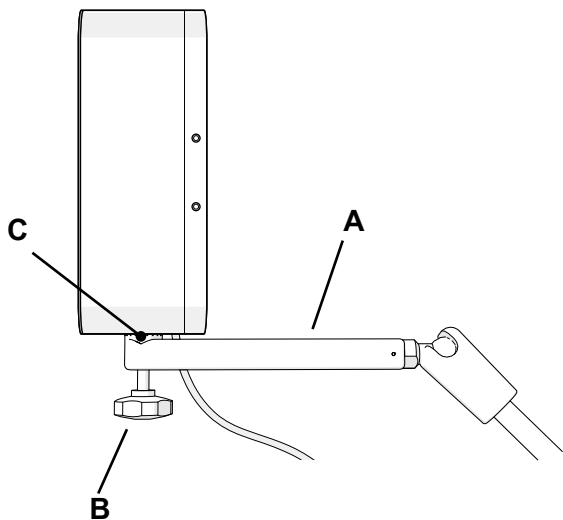

図1 - 磁場発生装置取付アームに対する磁場発生装置の位置 (側面図)
2. 磁場発生装置取付アームの歯 (図1、C) が上向きになり、磁場発生装置取付アームの多関節アームの上部 (図1、A) が手術台と平行になるように配置します。
3. 磁場発生装置を磁場発生装置取付アームの歯の上に平らに置きます (図1、C)。
- 片手で磁場発生装置を上から固定し、ノブボルト（図1、B）を磁場発生装置のネジ山に真っ直ぐ差し込み、もう片方の手で下からノブボルトを回して固定します。
1. 磁場発生装置取付アームのノブボルトが下向きになり、多関節アームの上部が手術台と平行になるようにします。図1を参照してください。